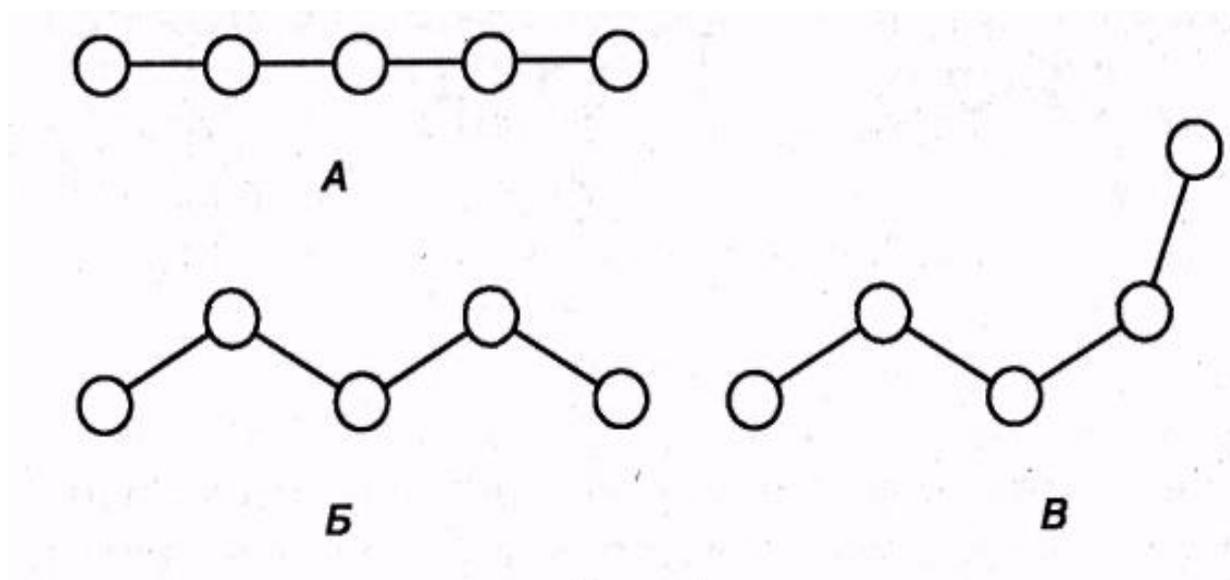

Рис.9.
7. Какая из углеродных цепей на рис.9. отражает истинное пространственное строение *n*-пентана и почему?